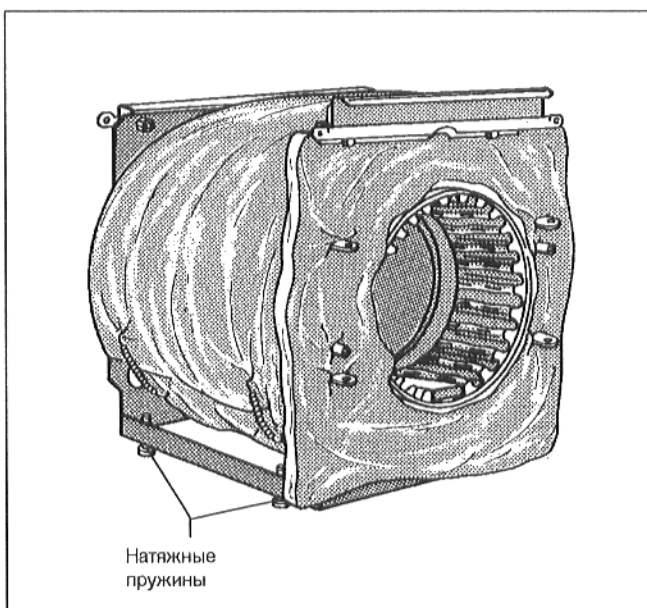

Рис. 6
- Закрепить теплоизоляционный мат 2 натяжными пружинами (Рис. 6).